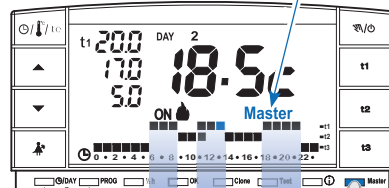

fig. 88
- en los períodos en los que el programa (perfil) registra el nivel de temperatura **confort (t1)** la termostatación no es controlada por el Máster (controla la zona de acoplamiento) sino por los respectivos transmisores de cada zona. En la pantalla sigue apareciendo el mensaje **Máster** (fig. 88).